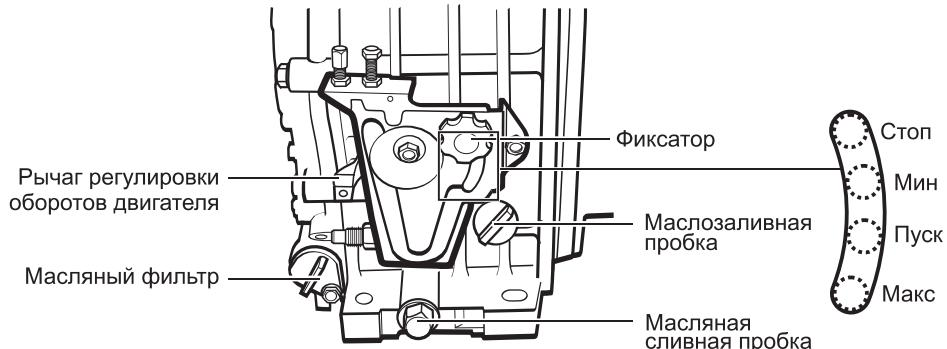

Рис. 7
- Управление работой мотопомпы осуществляется с помощью фиксатора и шкалы на блоке управления (рис. 7). Чтобы переместить фиксатор в нужное положение, открутите его против часовой стрелки, чтобы зафиксировать — закрутите по часовой стрелке.
(рис. 7) и зафиксируйте, закрутив его.
- После запуска переведите фиксатор оборотов двигателя на блоке управления запуском и оборотами двигателя в положение «МИН» (рис. 7) и зафиксируйте.